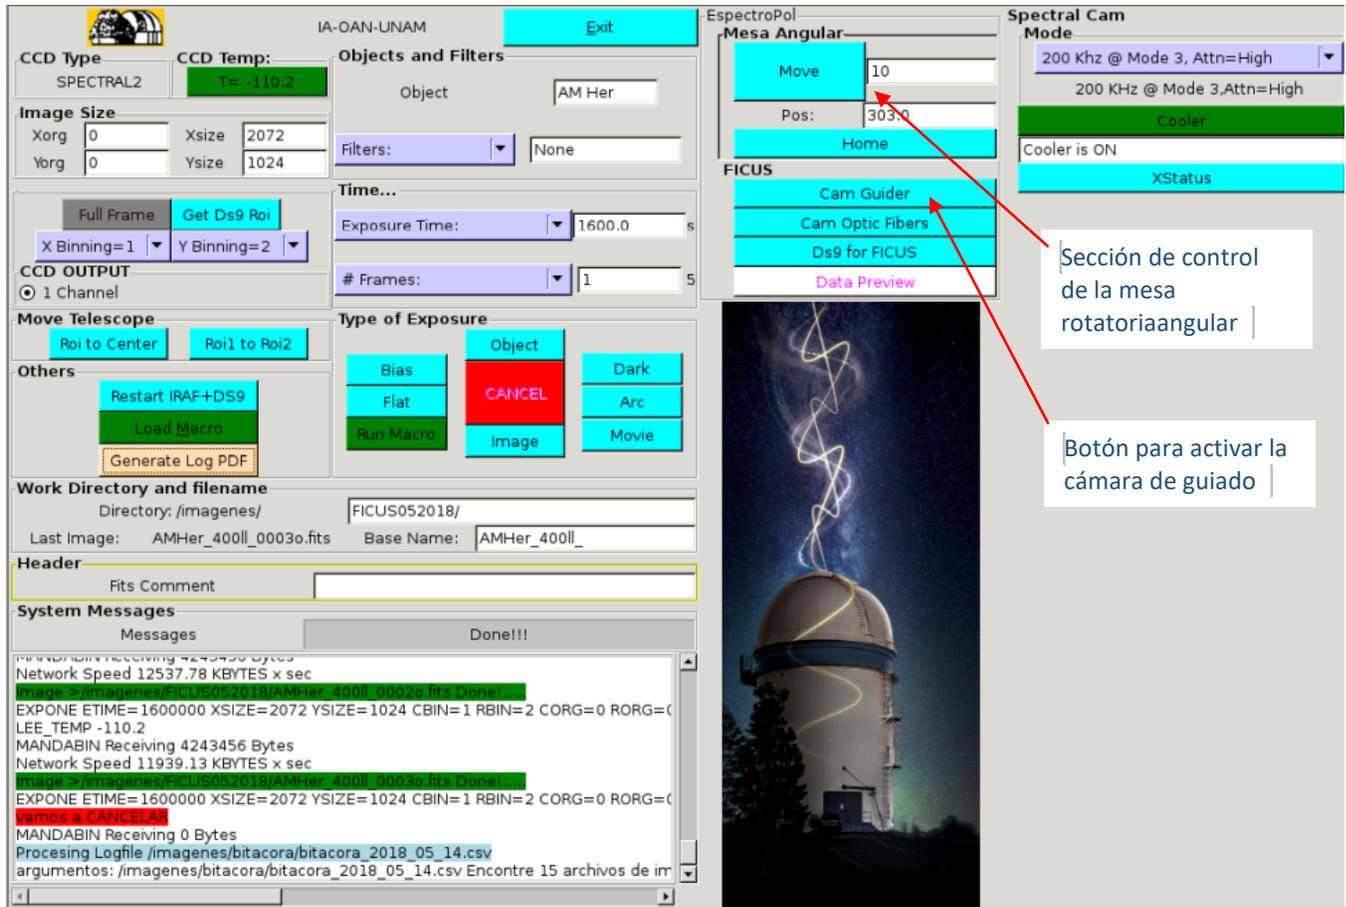

Figura 14. Pantalla principal de la interfaz de FICUS.
4. En la interfaz principal de FICUS dar click en el botón 'Cam Guider' (ver figura 14).